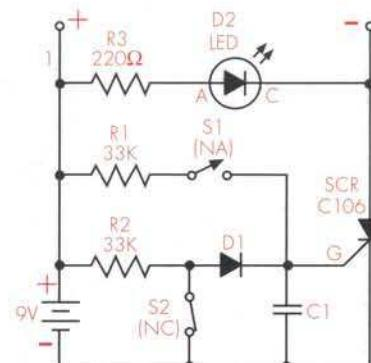

Figura 1. Diagrama esquemático
- 1• Arme en el protoboard el circuito que aparece en el diagrama esquemático (figura 1). Puede usar como guía el diagrama pictórico. Recuerde que puede montar los componentes en cualquier orden, a excepción de la batería, la cual debe conectarse de último.